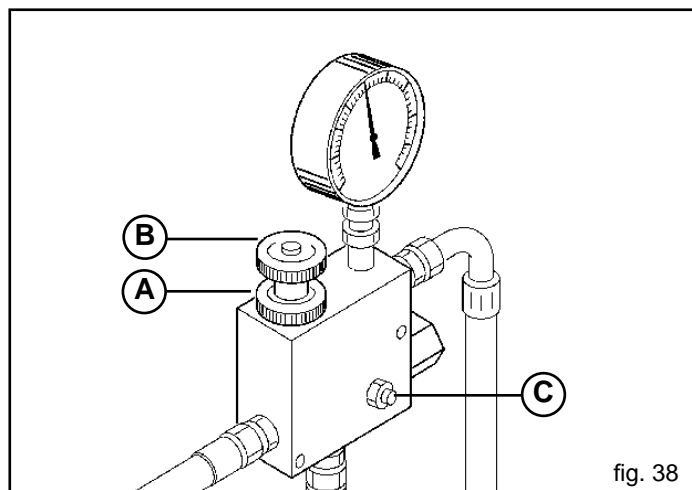

fig. 38
Se occorre aumentare il numero di giri della ventola per la distribuzione di sementi più pesanti, agire con prudenza ed attenzione nel seguente modo (Fig. 38):
- a) allentare la ghiera di bloccaggio (A, Fig. 38);
- b) ruotare in senso orario od antiorario il volantino (B, Fig. 38) per diminuire od aumentare la pressione e di conseguenza modificare i giri della soffiante.
È vietato per qualsiasi motivo toccare il grano (C, Fig. 38) poiché si starebbe l'impianto potendo causare la rottura del motore, della pompa o della ventola di soffiaggio.